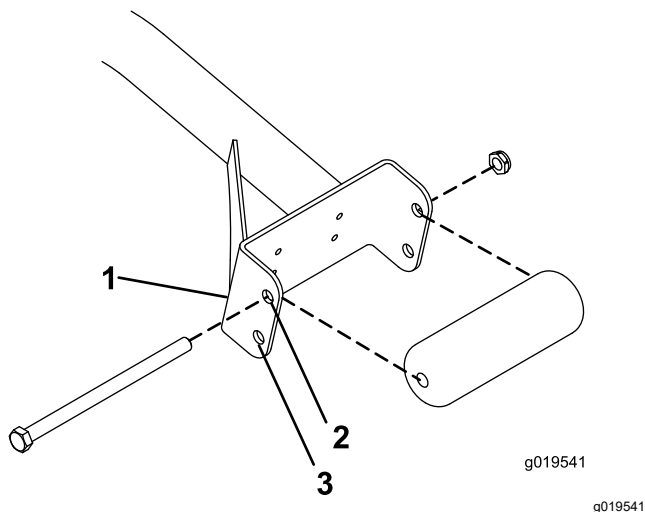

Bild 3
- Befestigen Sie die Rollen für 69 cm-Schneideinheiten in den oberen Befestigungslöchern der Stützkanäle (Bild 3).
- Befestigen Sie die Rollen für 81 cm-Schneideinheiten in den unteren Befestigungslöchern der Stützkanäle (Bild 3).